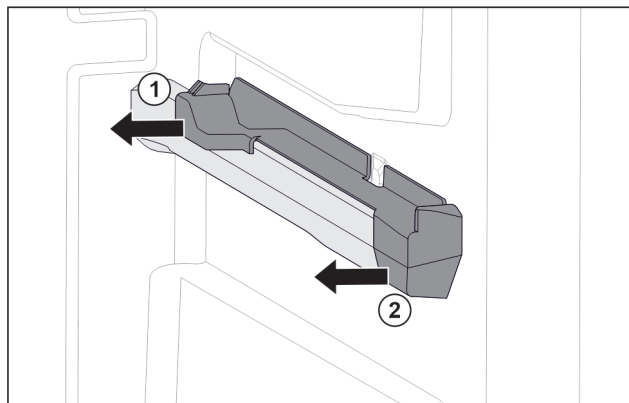

Fig. 124 Insteekelement op rechter containerrib
- Insteekelement achter naar de zijkant toe eraf trekken. Fig. 124 (1)
- Insteekelement voor naar de zijkant toe eraf trekken. Fig. 124 (2)